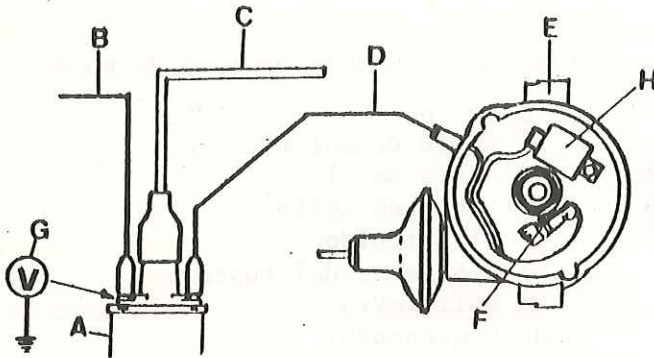

Fig. N2-1 Voltaje en el terminal de entrada de bobina
- 1.1. Conectar el cable negativo del voltímetro, G (Fig. N2-1) a masa, y el positivo, al terminal de entrada, B, de la bobina, A.
- 1.2. Comprobar que los contactos del ructor, F (Fig. N2-1) están cerrados, conectar a continuación el encendido y observar en el voltímetro, G, una lectura de 24 voltios. Si la lectura fuese inferior, se revisará el circuito desde la batería.